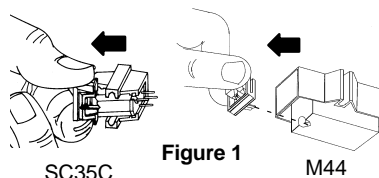

Figure 1
1. Carefully remove the stylus from the cartridge. See Figure 1.
1. Die Abtastnadel vorsichtig aus dem Tonabnehmer entfernen. **Siehe Abbildung 1.**